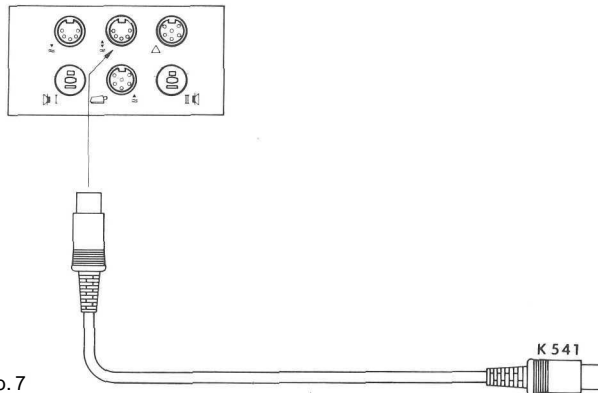

Abb. 7
Die Abbildung 7 zeigt schematisch den Anschluß des Tonbandgerätes an einen HiFi-Verstärker mit Normanschlußbuchse nach DIN für Aufnahme und Wiedergabe. Alle übrigen Tonquellen, wie Rundfunkgerät, Plattenspieler usw., werden an den entsprechenden Eingängen des Verstärkers angeschlossen. Der Verstärker wird mit der Stereo-Tonleitung Typ K 541 an der Buchse  des Tonbandgerätes angeschlossen. Damit ist auch die Aufnahme aller mit dem Verstärker verbundenen Tonquellen während der Übertragung durch die Anlage möglich. Die Taste „MICRO“ (T) darf nicht gedrückt sein.